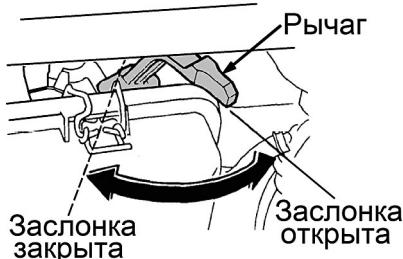

Рис. 10 Рычаг управления воздушной заслонкой карбюратора
- Закройте воздушную заслонку карбюратора (Рис. 10).
3. Закройте воздушную заслонку карбюратора (Рис. 10).